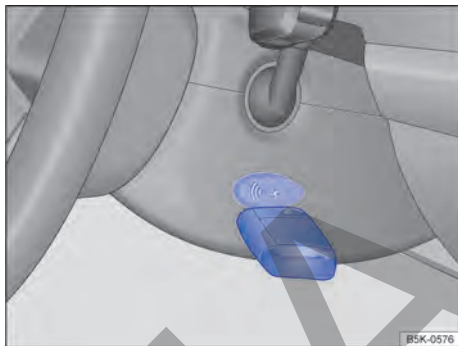

Fig. 88 A la derecha en la columna de dirección: función de arranque de emergencia en vehículos con sistema de bloqueo y de arranque Keyless Access sin llave.
- Mantener la llave del vehículo directamente después de presionar el botón de arranque a la derecha de la columna de dirección → fig. 88.